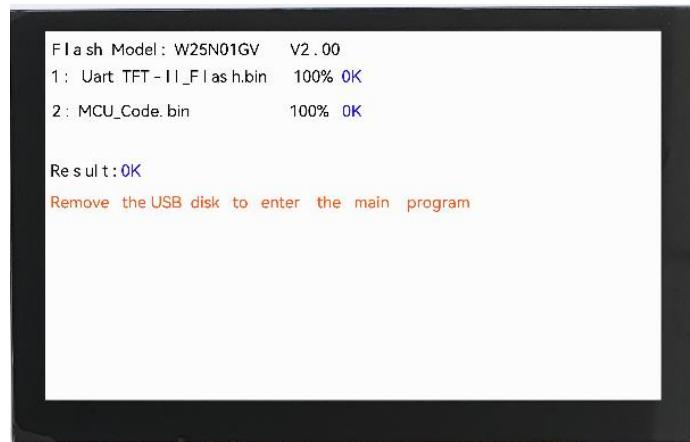

图 2-11: U 盘更新完毕
5、按照提示移除 U 盘，程序自动跑入工程如前图 2-11 所示。